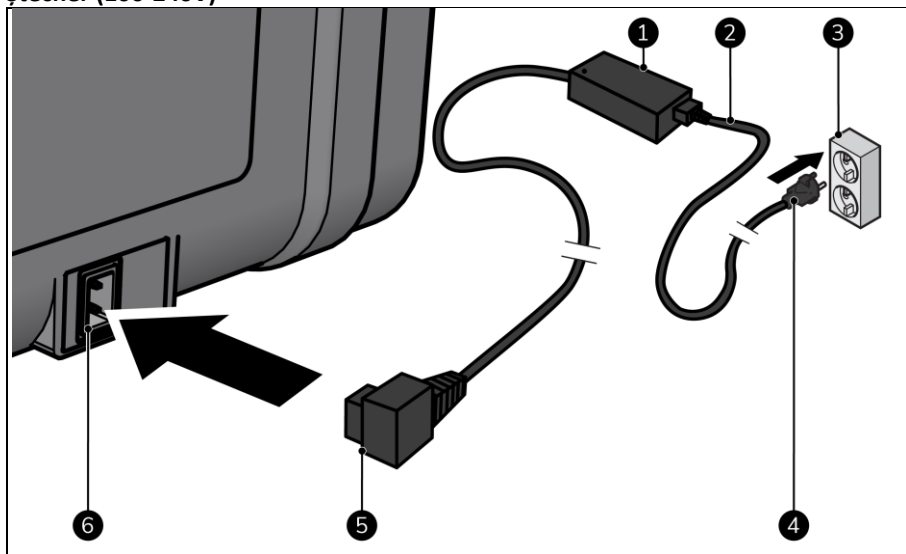

Figura 7
3. Introduceți cablul CA (Figura 7, poziția 2) în adaptorul CA/CC (Figura 7, poziția 1).
4. Introduceți mufa adaptorului CA/CC (Figura 7, poziția 5) în sursa de alimentare a aparatului (Figura 7, poziția 6).
5. Introduceți mufa de alimentare (Figura 7, poziția 4) într-o priză de perete ușor accesibilă (Figura 7, poziția 3).